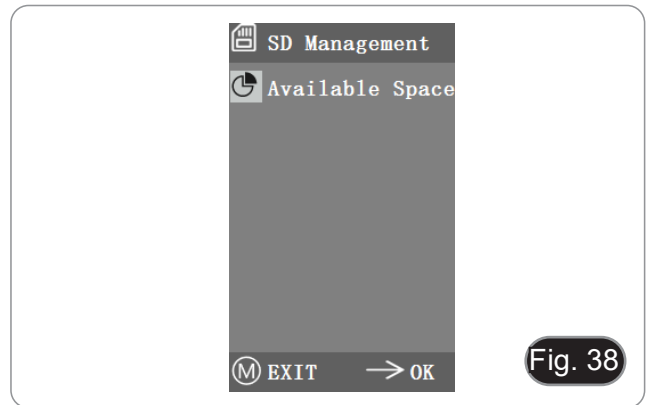

Fig. 38
1. Después de insertar la tarjeta SD, el espacio restante y el espacio total de la tarjeta SD se pueden ver en "Available Space". (Fig. 38)